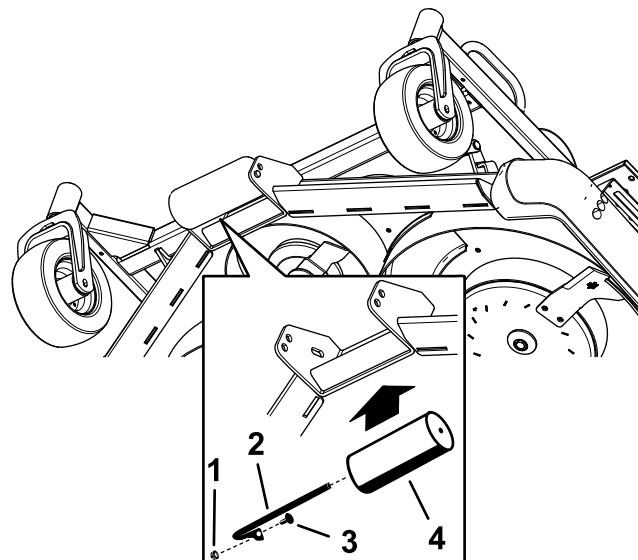

Рисунок 31
5. Совместите валик с соответствующими отверстиями и установите ось, закрепив при помощи болта и гайки (Рисунок 31).